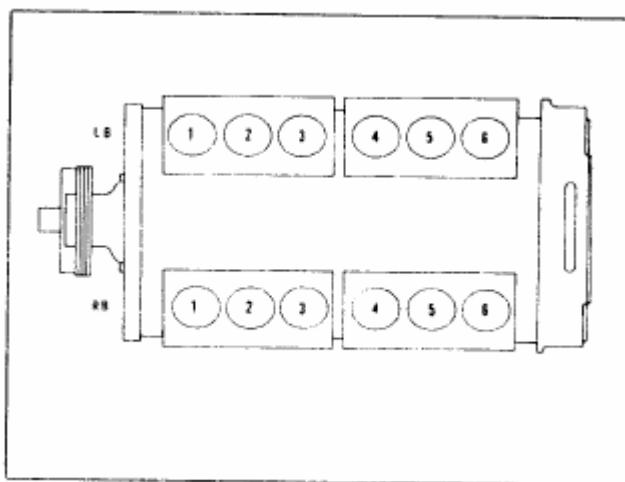

Рис. 2-47 (V414231). Схема расположения цилиндров V-1710
6. Порядок зажигания для линейных двигателей показан в таблице 2-14. Порядок зажигания для двигателей V-1710, приводится в таблице 2-15 и на рис. 2-47